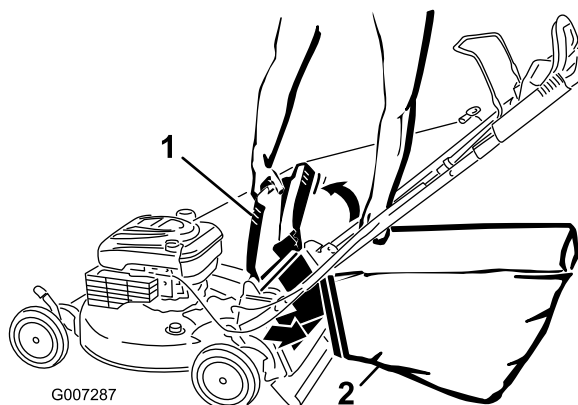

Bild 22
4. Hängen Sie die obere, vordere Kante des Fangkorbs an den Kerben ein (Bild 22).